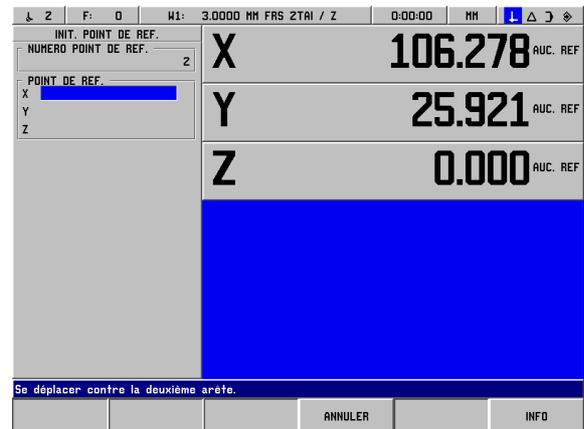
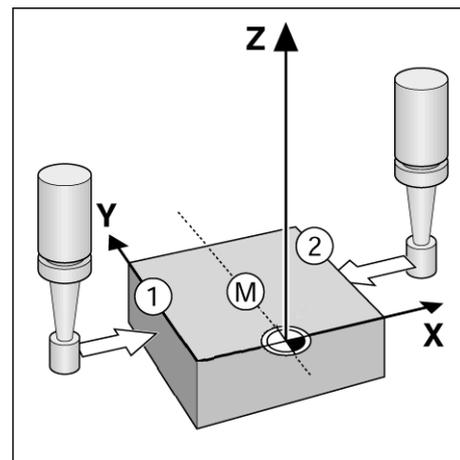

fig. I.23 Initialiser comme ligne de référence une ligne médiane entre deux arêtes de la pièce
fig. I.24
**Exemple: Initialiser comme ligne de référence une ligne médiane entre deux arêtes de la pièce. Cf. fig. I.23 & fig. I.24.**